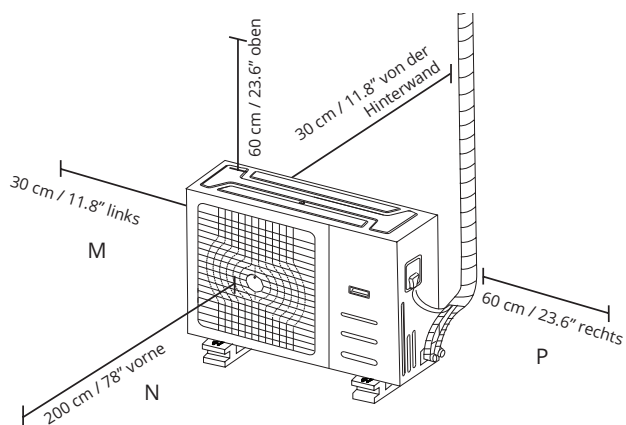

Abb. 5.10
**HINWEIS:** Der minimale Abstand zwischen Außeneinheit und Wänden, wie in der Installationsanleitung beschrieben, gilt nicht für luftdicht verschlossene Zimmer. Sorgen Sie dafür, dass das Gerät in mindestens zwei der drei Richtungen (M, N, P) frei von Hindernissen bleibt (Siehe Abb. 5.10)